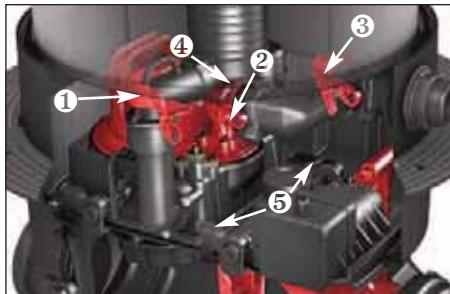

Fig. 17 Dispositif de purge d'air
Le dispositif de purge d'air (figure 17 de droite à gauche) se compose d'un joint de corps de base, d'un flotteur à bille, d'un joint, d'un volet à baïonnette, d'un filtre au charbon actif et d'un couvercle. Retirer le couvercle (figure 19) en le basculant légèrement sur le côté. Tourner ensuite le volet à baïonnette ① (figure 20) et le retirer par le haut ②.